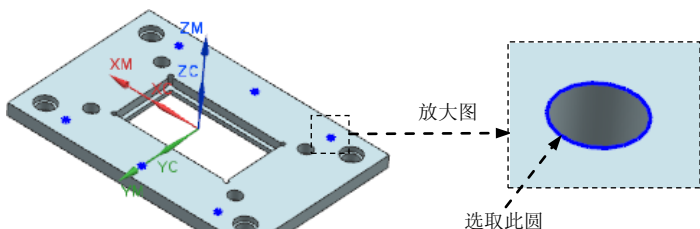

图 11.32 指定钻孔点
Step2. 在绘图区域选取图 11.32 所示的 6 个孔，单击按钮，单击“点到点几何体”对话框中的按钮，然后单击按钮，单击按钮，